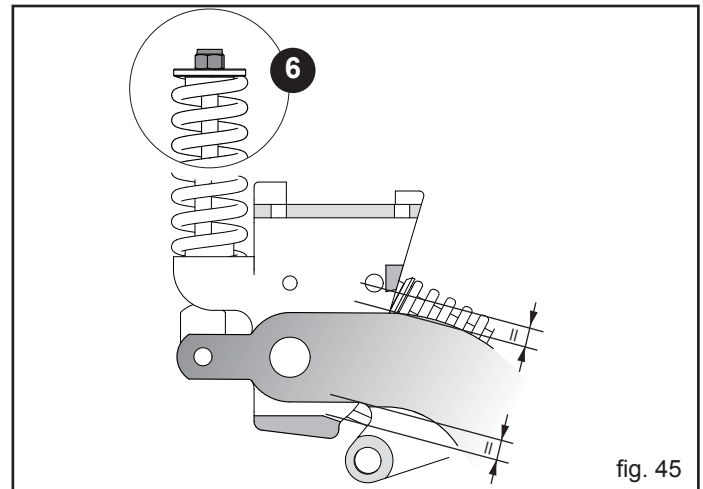

fig. 45
- 3) Verificați ca elementul să se găsească într-o poziție intermediară a cursei sale (Fig. 45).
- 4) Eventual reglați toate arcurile prin intermediul piuliței (6, fig. 45) până ce ajungeți la poziția descrisă la punctul 3).